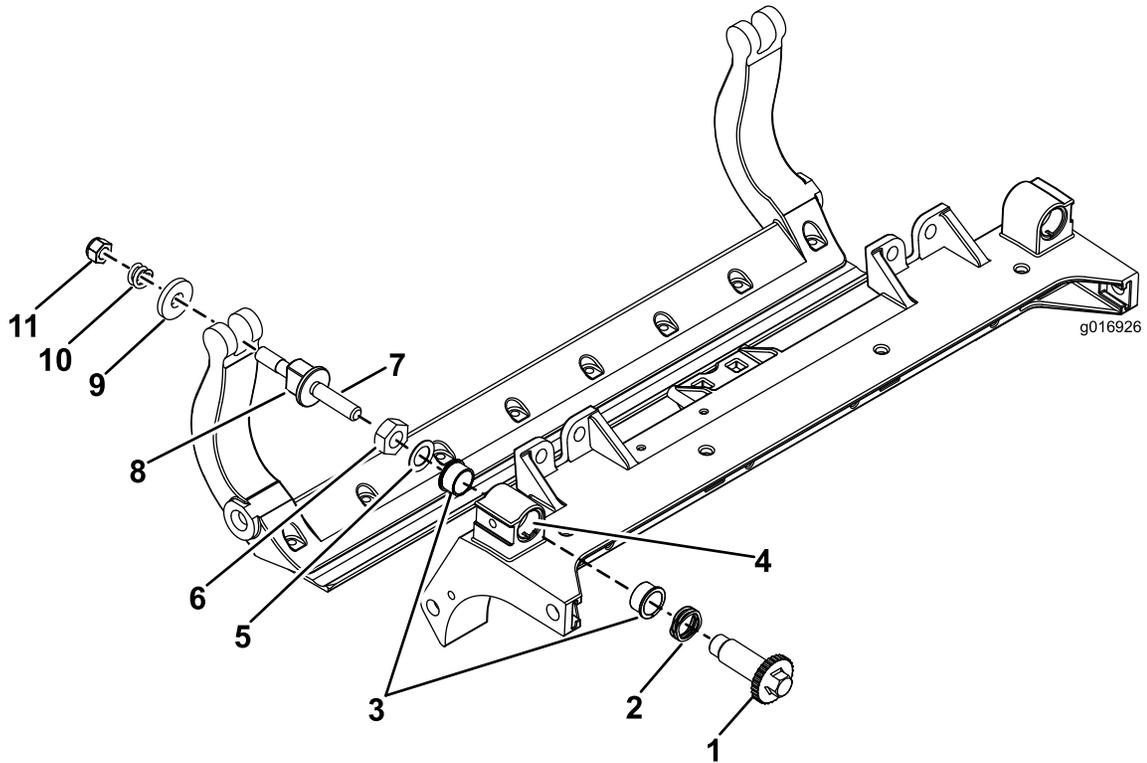

Bild 37
1. Entfernen Sie alle Teile (siehe *Installationsanleitung* für das HD-DPA-Kit, Modellnr. 120-7230, und auch Bild 37).
2. Tragen Sie ein Gleitmittel innen im Büchsenbereich am Trägerrahmen der Schneideinheit auf (Bild 37).
3. Fluchten Sie die Keile an den Flanschbüchsen mit den Schlitten im Rahmen aus und setzen Sie die Büchsen ein (Bild 37).
4. Legen Sie eine Wellenscheibe auf die Einstellerwelle und schieben Sie die Einstellerwelle auf die Flanschbüchsen im Rahmen der Schneideinheit (Bild 37).
5. Befestigen Sie die Einstellerwelle mit einer Flachscheibe und einer Sicherungsmutter (Bild 37). Ziehen Sie die Sicherungsmutter mit 20-27 N·m an.
Legen Sie eine Stahlscheibe außen auf jede Nylonscheibe (Bild 37).
11. Ziehen Sie die Mutter an jedem Untermesserträger ein, bis die Druckfeder ganz zusammengedrückt ist, lösen Sie die Mutter dann um eine halbe Umdrehung (Bild 37).